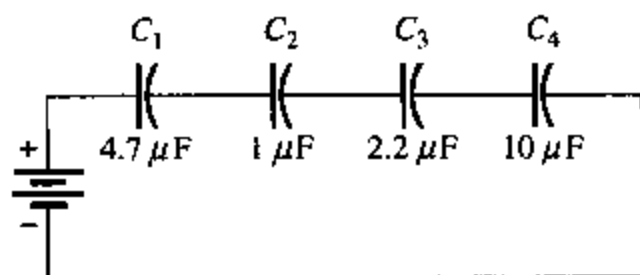

图 13.65
22. 图 13.65 中串联电容的总电量是 $10 \mu\text{C}$, 计算每个电容上的电压。